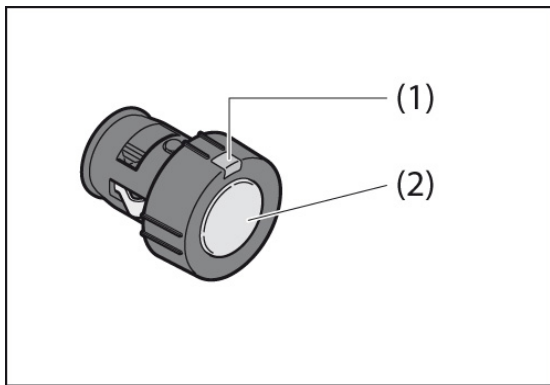

Fig. 1
2 Gerätebeschreibung (Fig. 1 und 2)
BHS211 (Fig. 1)
4.2 Den Handsender verwenden (Fig. 1)